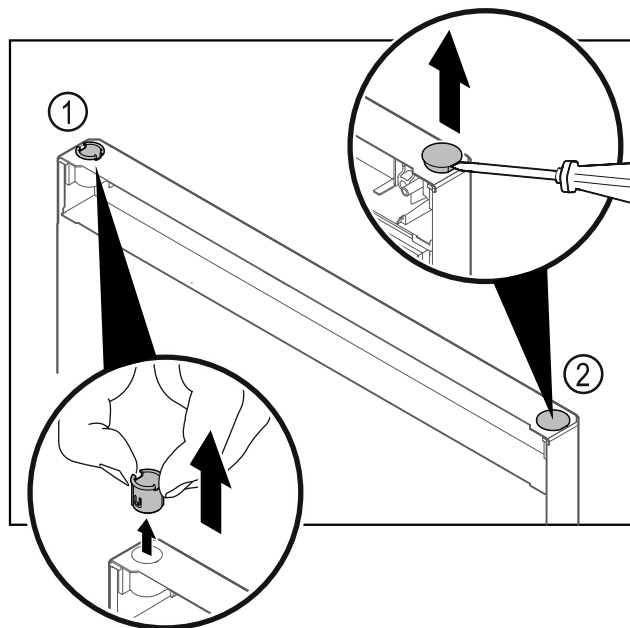

Fig. 40 Fagyasztórész ajtaja
- Húzza ki az ujjával a csuklópánt-perselyt Fig. 40 (1).
- A fedődugót Fig. 40 (2) egy csavarhúzóval óvatosan emelje meg és húzza ki.